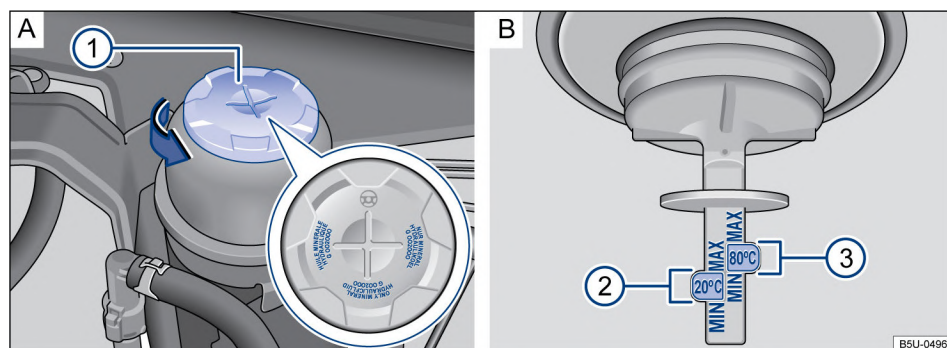

Fig. 84 En el compartimento del motor: **A** Tanque del fluido de la dirección hidráulica. **B** Marcas para controlar el nivel del líquido de la dirección asistida.
- Girar la tapa de cierre del depósito → fig. 84 **A**  en el sentido de la flecha.